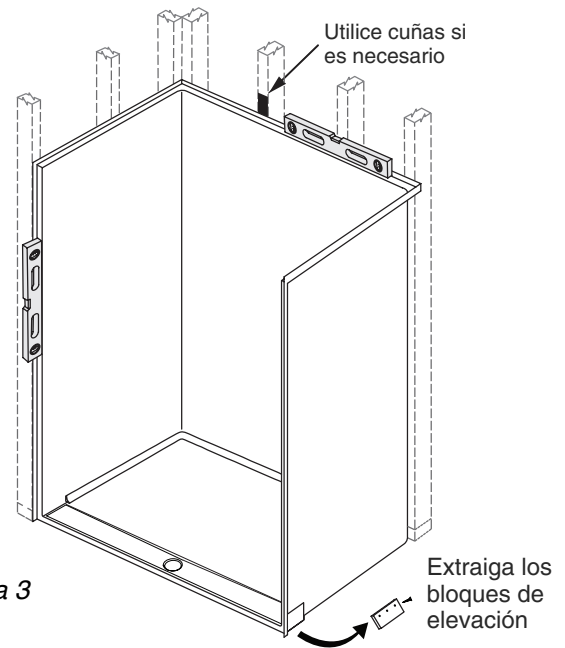

Figura 3
- 2 **AJUSTE LA DUCHA EN SECO:** Desenrosque y extraiga todos los bloques de elevación del frente y la parte posterior (vea la figura 3). A continuación, coloque la ducha en la cavidad y utilice un nivel para asegurarse de que la unidad está nivelada y colocada correctamente. Si la unidad está desnivelada, vuelva a comprobar el contrapiso para asegurarse de que cumple las especificaciones requeridas. Se pueden colocar cuñas en los bloques de nivelación traseros hasta 1/8".